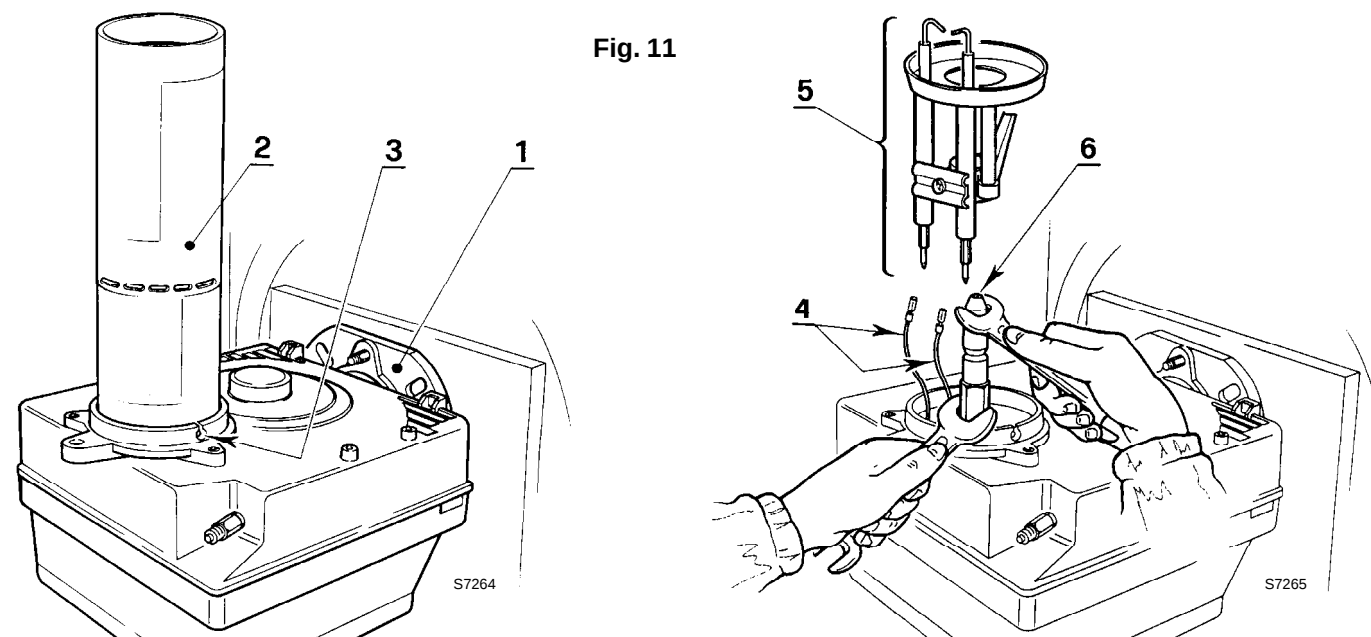

Fig. 11
- A Fig. 11** – Enlever le brûleur de la chaudière, en enlevant l'écrou de fixation à la bride.
- Accrocher le brûleur à la bride (1), enlever le gicleur (2) après avoir desserré les vis (3).